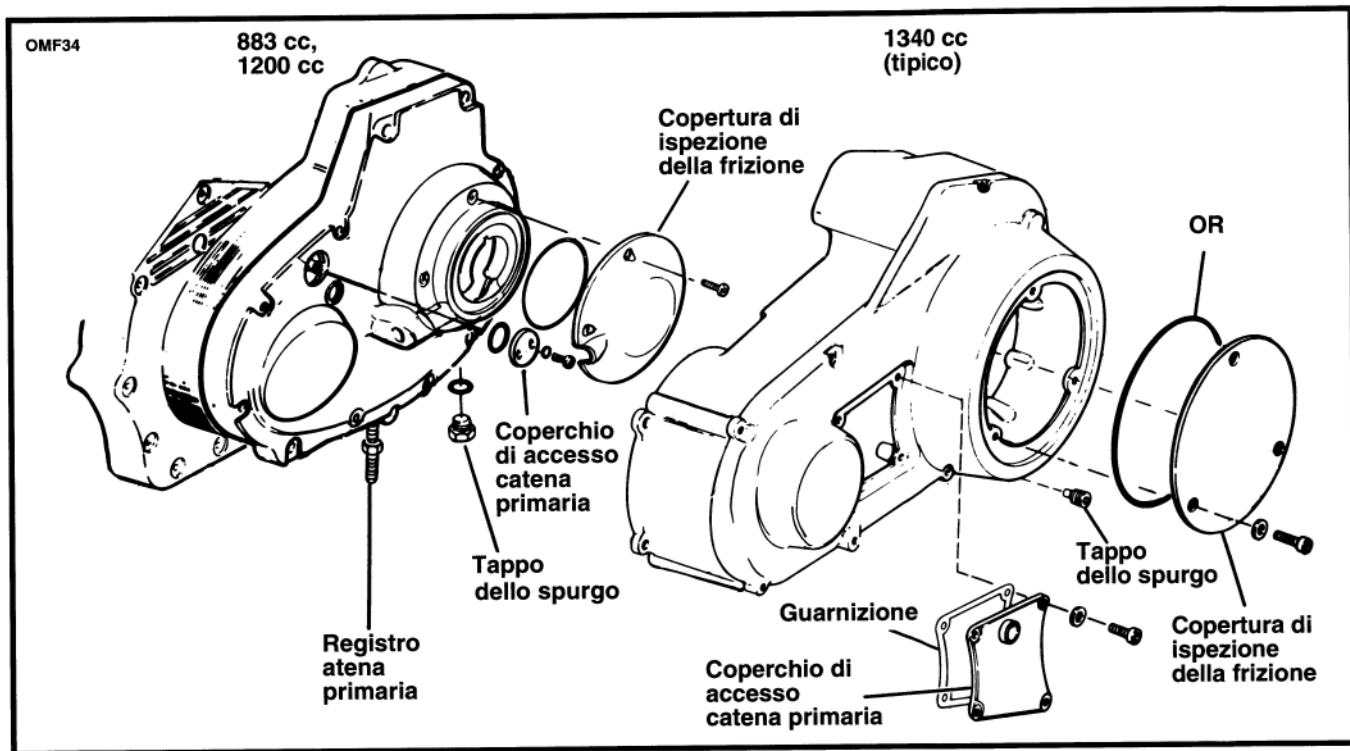

Figura 40. Carter della catena primaria
2. Vedere la figura 40. Togliere le viti e le rondelle che serrano il coperchio di accesso alla frizione.
Vedere la figura 40. Il tappo di spurgo (7) si trova sotto la frizione, nella parte inferiore del carter della catena. Il foro di accesso (6) si trova in prossimità della parte superiore del coperchio del carter. Per determinare il livello corretto di lubrificante negli scompartimenti della trasmissione e nel carter della catena, svolgere le procedure che seguono.